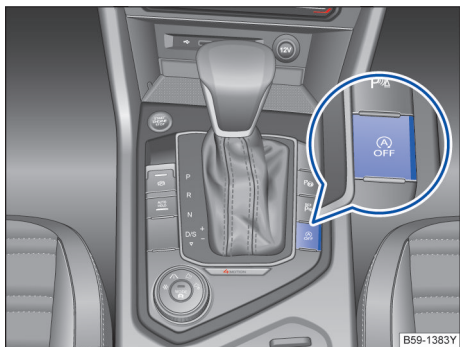

图 123 启停系统按钮
- 按两次按钮  → 图 123。
- 按下按钮  → 图 123。